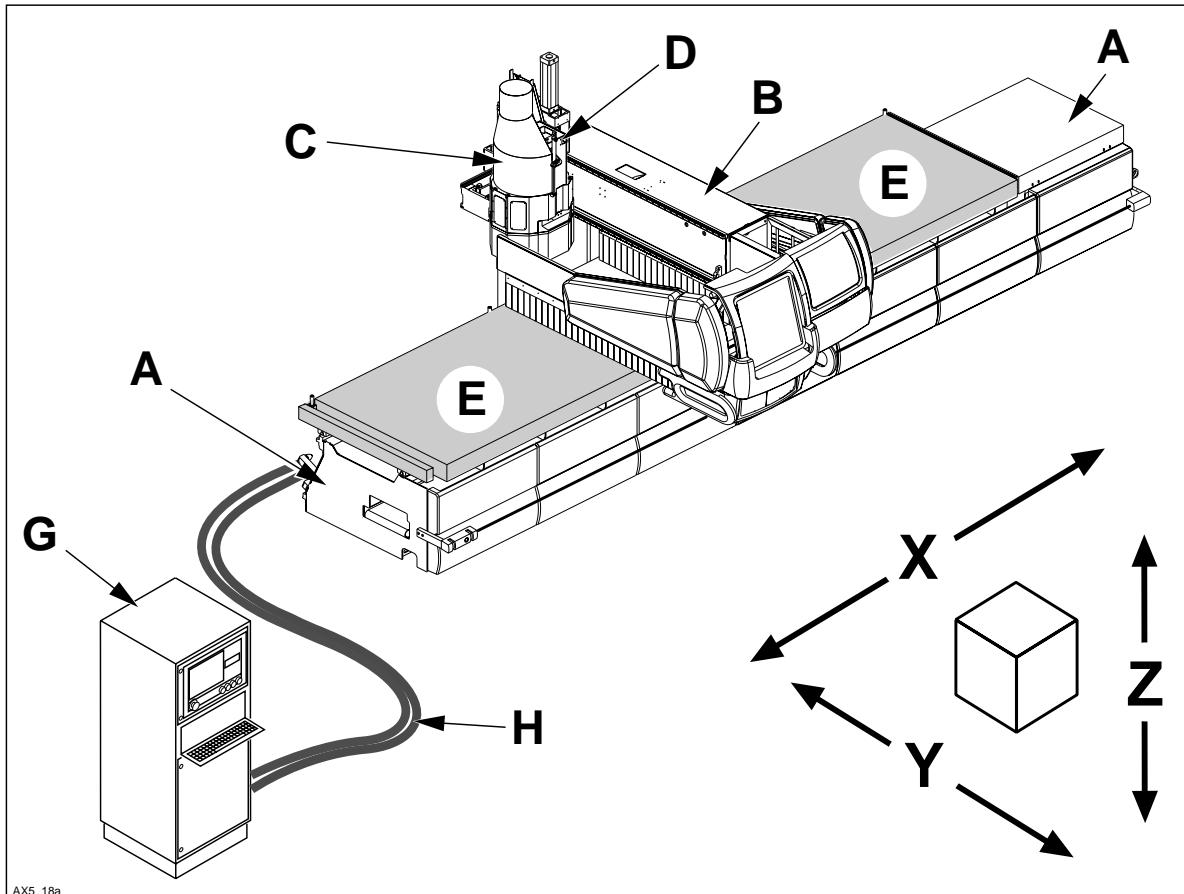

Fig. 1.5a
- il basamento portante A (fig. 1.5a)